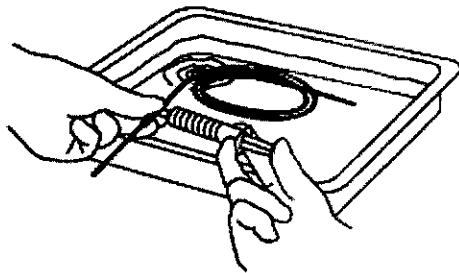

Figura 4.1
4. Inyecte 10 cm3 (10 ml) de la solución detergente en la parte de inserción. (Véase Figura 4.1).
3. Inyecte 10 cm3 (10 ml) de la solución detergente en la parte de inserción. (Véase Figura 4.1)